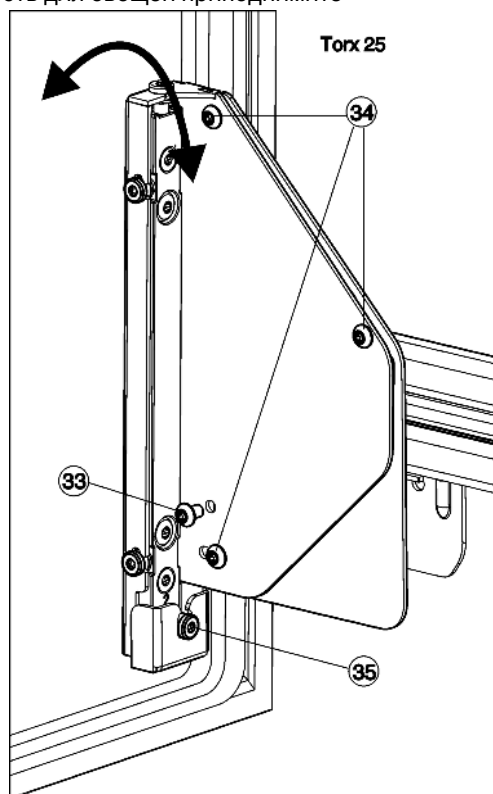

Fig. 26
- Полностью выкрутите винт Fig. 26 (33).
- ▷ Винт Fig. 26 (33) можно утилизировать, он больше не понадобится.
- Отпустите винты Fig. 26 (34) только на 1-2 оборота.
- Вращайте регулировочный винт Fig. 26 (35). По часовой стрелке: дверь вверх отклоняется от корпуса устройства. Против часовой стрелки: дверь вверх приближается к корпусу устройства, а внизу отходит от него.
- После окончания регулировки наклона снова прочно затяните все винты Fig. 26 (34).